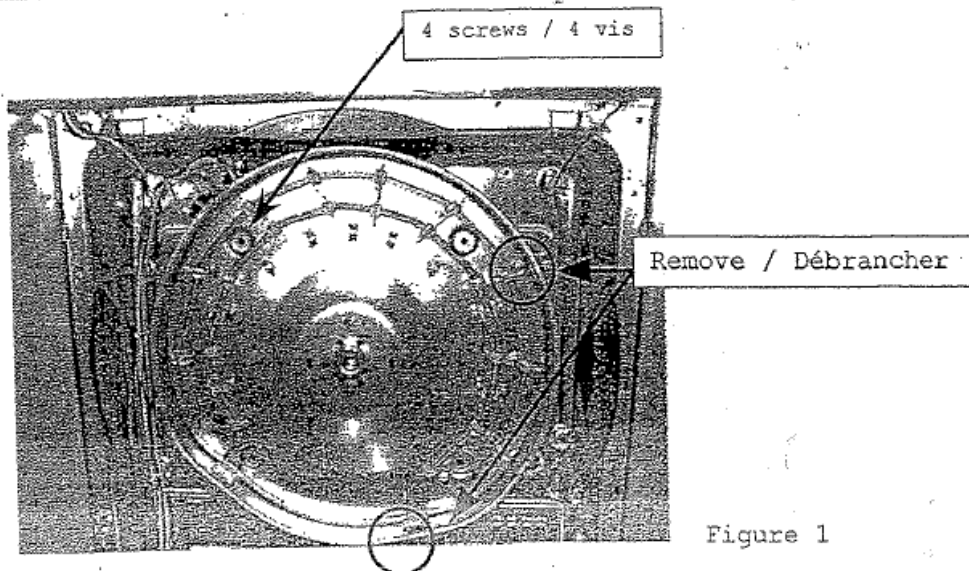
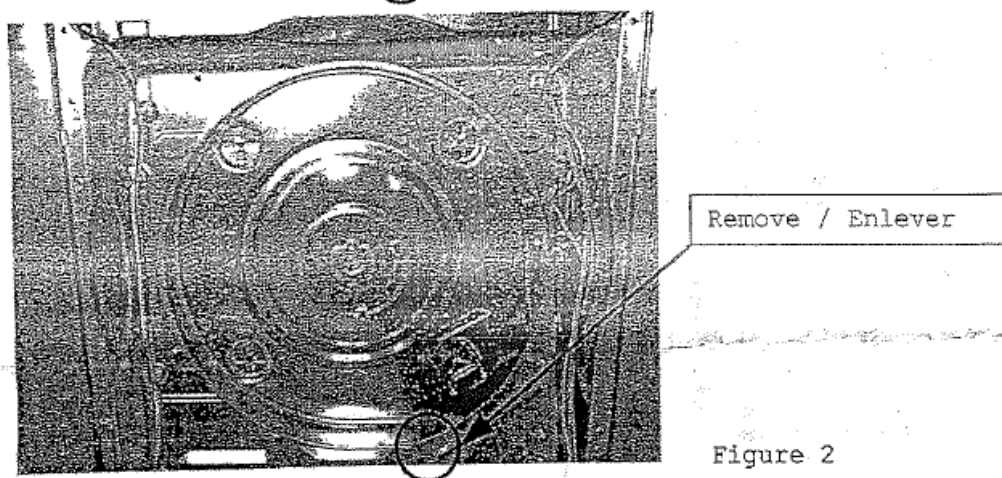

Figure 1
Figure 2
7. Remove bearing retainer and ground strap from element or gas diffuser assembly. To accomplish this, you must remove the wiring from the right side of the heater housing as in figure 1, in the case of an electric unit. In the case of a gas unit, remove the plate in front of the diffuser inlet by removing one screw, as in figure 2. Remove the four screws that hold the bearing retainer in its place at the center of the heater housing or diffuser, and swing the housing forward to remove the parts.
7. Enlever le support de coussinet et la bande de mise à la terre de l'assemblage de l'élément. Pour ce faire, enlever le filage du côté droit du boîtier de l'élément tel que montré à la figure 1, dans le cas d'un appareil électrique. Dans le cas d'un appareil au gaz, enlever la plaque qui se trouve à l'avant du diffuseur gaz tel que montré à la figure 2. Enlever les 4 vis qui retiennent le support de coussinet, et basculer le boîtier vers l'avant pour enlever le support de coussinet et la bande de mise à la terre.